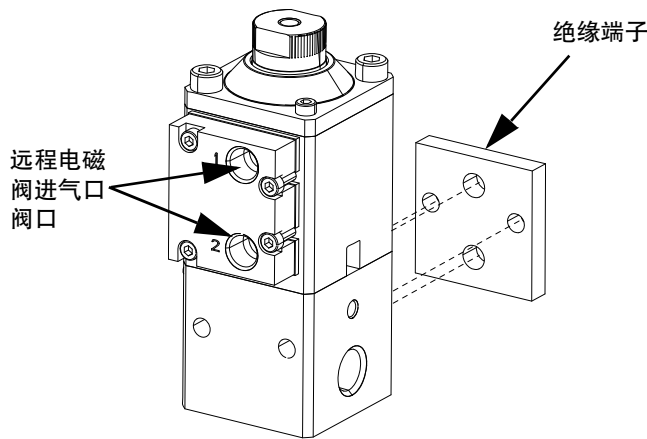

图 7
b. 对于带有远程安装功能的电磁阀 (J) 的阀、请参见下表。参见图 7。